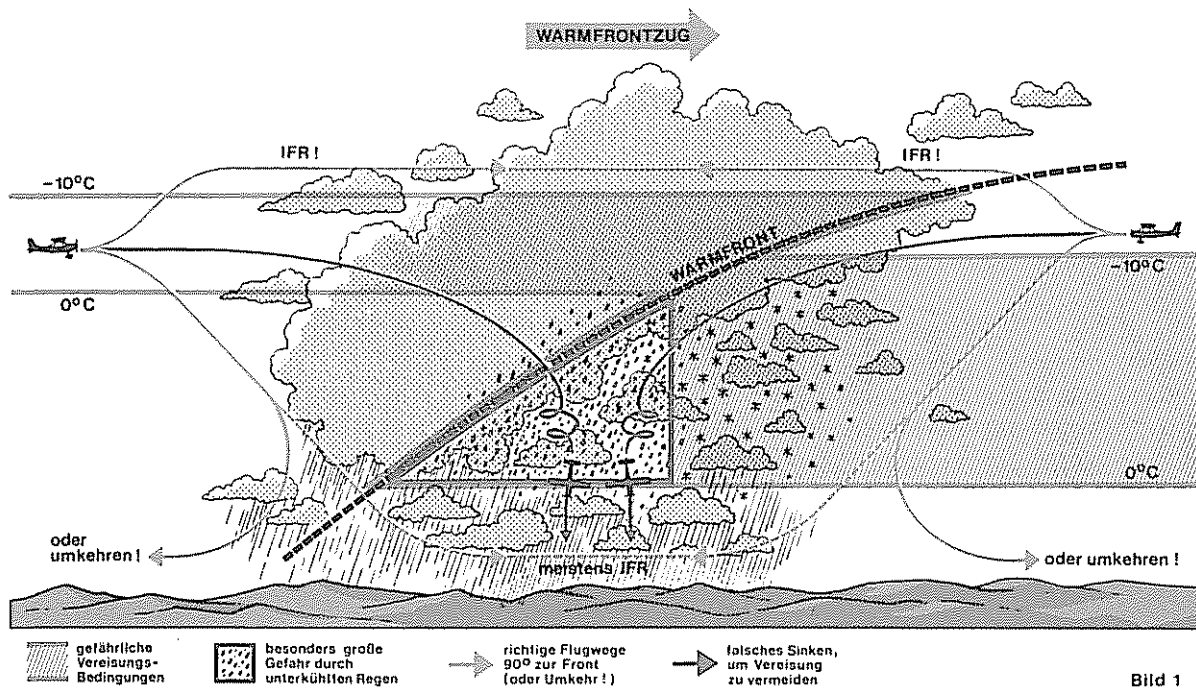

Bild 1: Vereisungsgefährdung in einer aufgleitenden Warmfront.
1. Fällt aus einer aufgleitenden Warmfront Regen in darunterliegende Kaltluft, deren Temperatur weniger als 0°C beträgt, dann werden die ausfallenden Regentropfen unterkühlt (s. Bild 1). Beim Auftreffen auf das Luftfahrzeug bildet sich sofort Klareis.
5. Suchen Sie sofort wärmere Luftmassen auf. Ein Abstieg in geringere Höhen ist meistens, aber nicht immer richtig und ausreichend (siehe Bild 1). Eine sofortige Umkehr verhindert fast immer weitere Vereisung.
1. Bewahren Sie den Respekt vor Vereisung und vermeiden Sie in Vereisungsgebieten nicht länger, als unbedingt erforderlich. Vermeiden Sie möglichst den Temperaturbereich von 0° C bis –10° C und durchqueren Sie Frontsysteme möglichst rechtwinklig (siehe Bild 1).